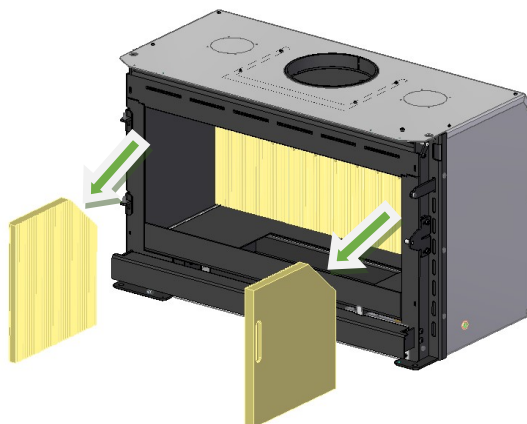

Figura 41 – Retirada de los laterales de vermiculita del equipo
3. Retire las 2 piezas de los lados, moviéndose hacia el centro del equipo y de vuelta al exterior del equipo, Figura 41.